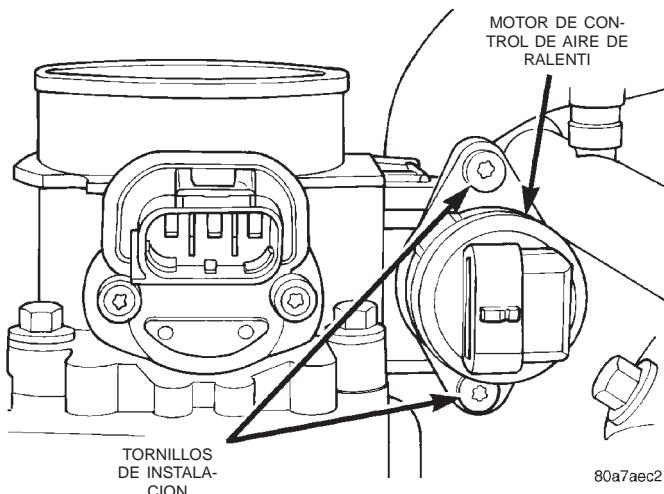

Fig. 48 Pernos de instalación (tornillos)—Motor de IAC
- (1) Retire el tubo del depurador de aire del cuerpo de la mariposa.
- (2) Desconecte el conector eléctrico del motor de IAC.
- (3) Retire los dos pernos de instalación (tornillos) (Fig. 48).
- (4) Retire el motor de IAC del cuerpo de la mariposa.